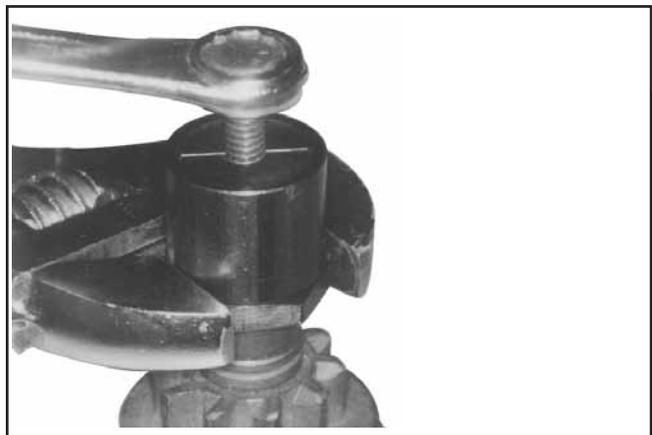

Figura 8-13. Segurar a Ferramenta e Rodar o Parafuso Central (Sentido Horário) Para Retirar o Anel de Retenção.
5. Rosque o parafuso central na ferramenta de remoção até sentir resistência. Utilize uma chave (de 1 1/8" ou regulável) para segurar a base da ferramenta de remoção. Utilize outra chave de fendas ou chave (1/2" ou 13 mm) para rodar o parafuso central no sentido horário (consulte a Figura 8-13). A resistência contra o parafuso central dir-lhe-á quando o anel de retenção tiver saído da ranhura no veio da armadura.